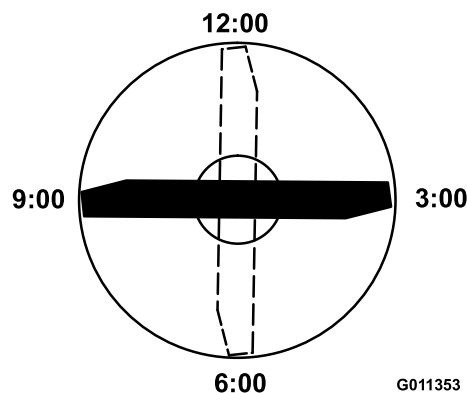

Figura 81
nel senso di falciatura) (Figura 81) e misurate l'altezza tra il banco e il tagliente della lama.
5. Ruotate l'estremità marcata della lama sulle ore 3 e sulle ore 9 (Figura 81) e misurate le rispettive altezze.